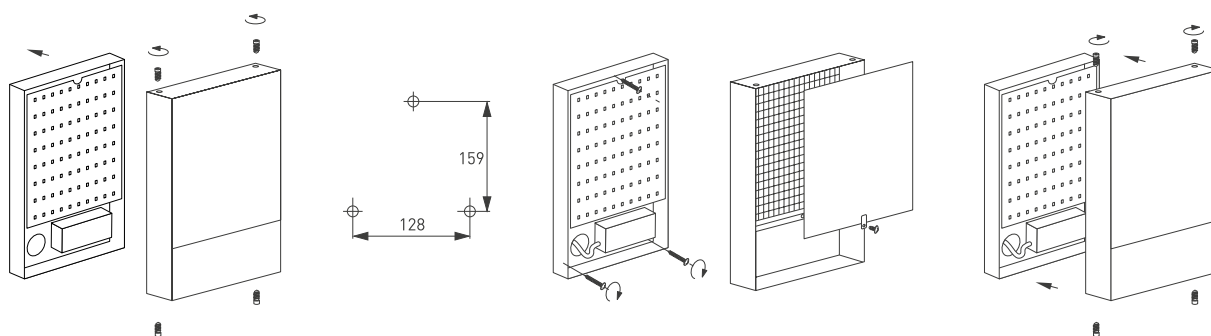

Рисунок 3. Установка и подключение светильника
- Разметьте и просверлите 3 отверстия (см. рис. 3), установите в отверстия пластиковые дюбели из комплекта поставки.